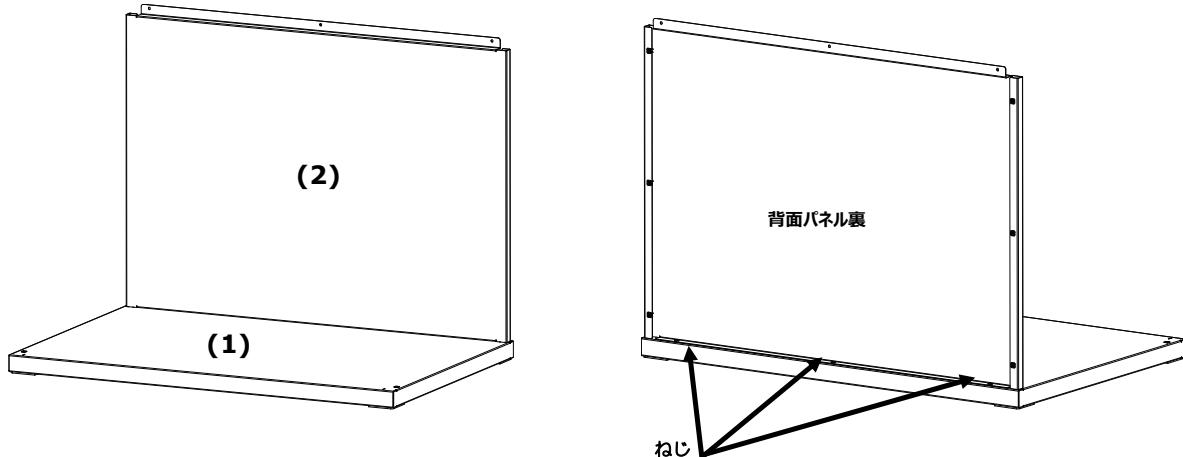

図2：背面パネルを底パネルに設置
- 背面パネル（2）底のタブを、底パネル（1）後方のくぼみに合わせます。図 2 の様に、背面パネルと底パネルを 3 本のねじで固定します。